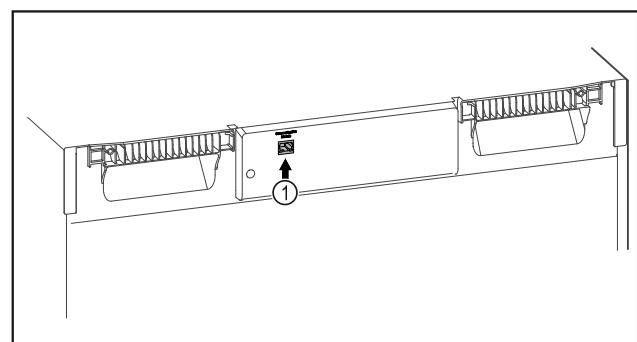

Fig. 121
- El SmartModule Fig. 121 (1) está colocado.